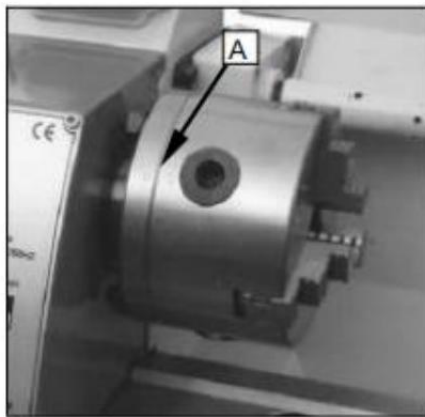

Fig. 26
(Fig.26)
Per il mandrino originale a 3 ganasce che era montato sul mandrino la fabbrica ha montato il mandrino nel modo migliore per garantire IL trattenere precisione con due " 0 " segno (A) Fig.26 mostrato sul mandrino E flangia del mandrino.